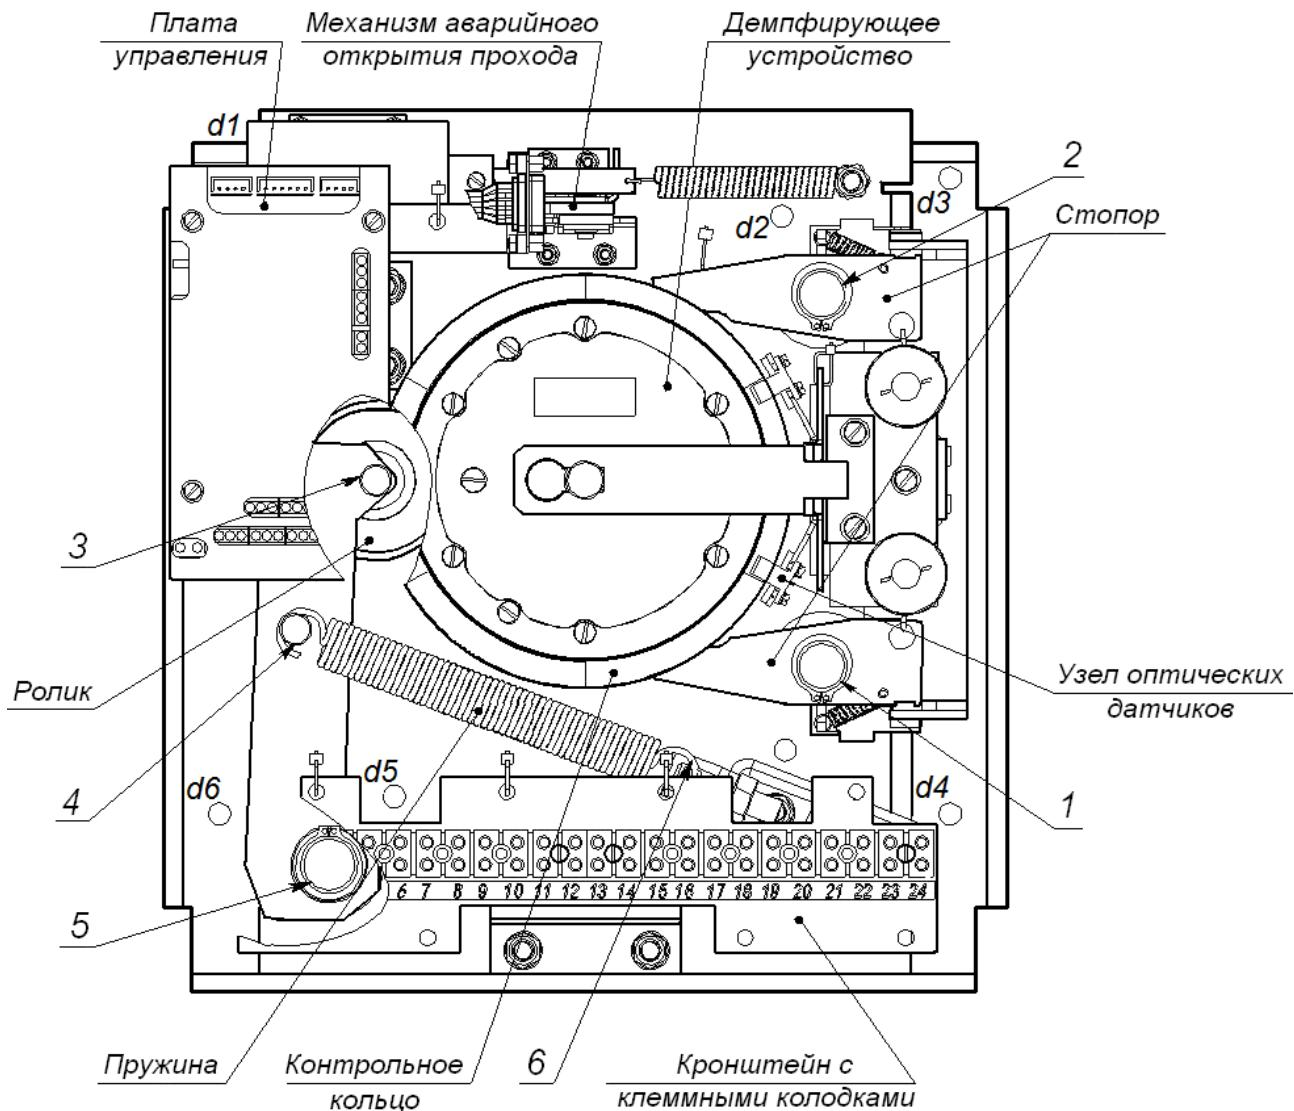

Рисунок 14. Расположение внутренних деталей и узлов механизма турникета
- Проведите визуальный осмотр устройства доворота (толкателя, пружин и ролика), оптических датчиков поворота преграждающих планок и демпфирующего устройства (см. рис. 14).
- смазкой **Chain and Rope Lube Spray - WEICON** оси вращения стопоров (точки 1,2), ролика (точки 3) и рычага толкателя (точки 5 рис. 14);
12. Подключите разъем кабеля индикации **S1** от крышки турникета (2) к разъему платы управления и установите крышку на место в порядке, обратном снятию. Правильная установка крышки турникета не требует применения больших физических усилий.
13. Установите маховик (5) с преграждающими планками (3). Порядок установки маховика указан в разд. 8.4.
14. Проверьте работу механизма аварийного открытия прохода (автоматического опускания преграждающей планки «Антипаника») подачей и снятием напряжения питания на турникет, и при необходимости смажьте шарнирные узлы соединений в каждой позиции маховика (5).
15. Проверьте надежность крепления стойки турникета к полу и при необходимости торцовым ключом S17 подтяните болты анкеров (15). Для доступа к ним необходимо извлечь заглушки (16) из отверстий в основании стойки турникета.